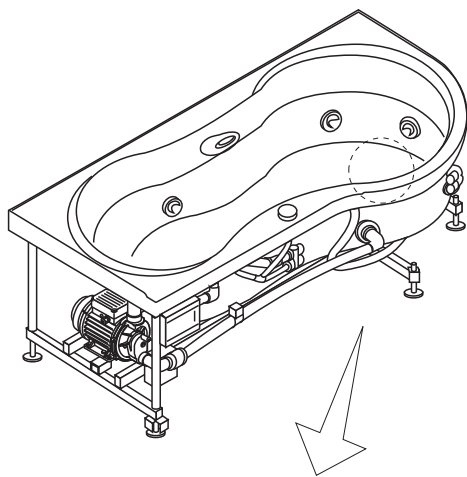
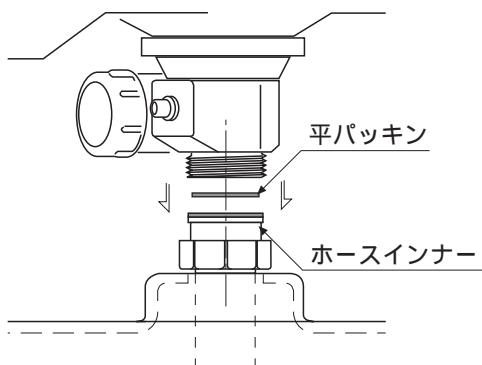

図2
図1
5. ホースインナーに平パッキンを取付けます。(図2)
7. バスタブを指定位置(図1)に設置し、ドレイン(排水口)をホースインナーに合わせます。(図2)
2. フロントパネル受け金具Bをバスタブのフランジ面から10 mm 出した状態で付け直します。（6ヶ所）（図2）
3. フロントパネル受け金具Aの前面がバスタブのフランジ面と面一になるように調整し、固定します。（3ヶ所）（図1）